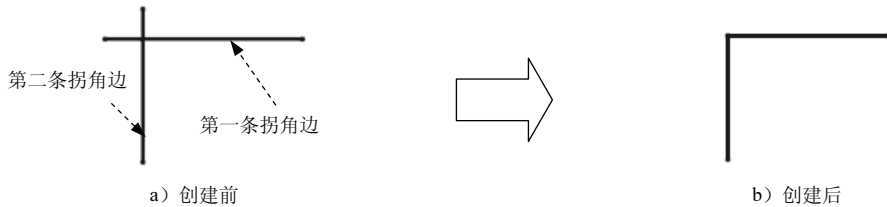

图 5.7.10 创建“制作拐角”特征
**Step 2** 定义要制作拐角的两条曲线。选取图 5.7.10 所示的两条直线。